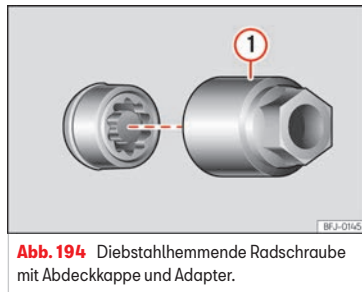

Abb. 194 Diebstahlhemmende Radschraube mit Abdeckkappe und Adapter.
- Setzen Sie den Spezialadapter »» (Abb. 194) ① (Bordwerkzeug »» S. 271) bis zum Anschlag in die diebstahlhemmende Radschraube ein.